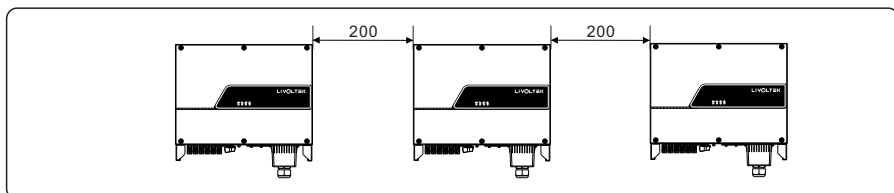
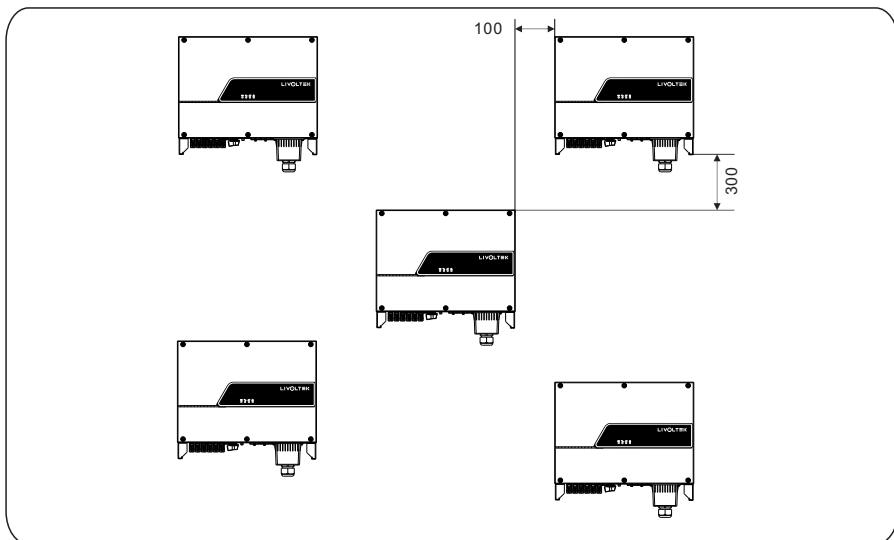
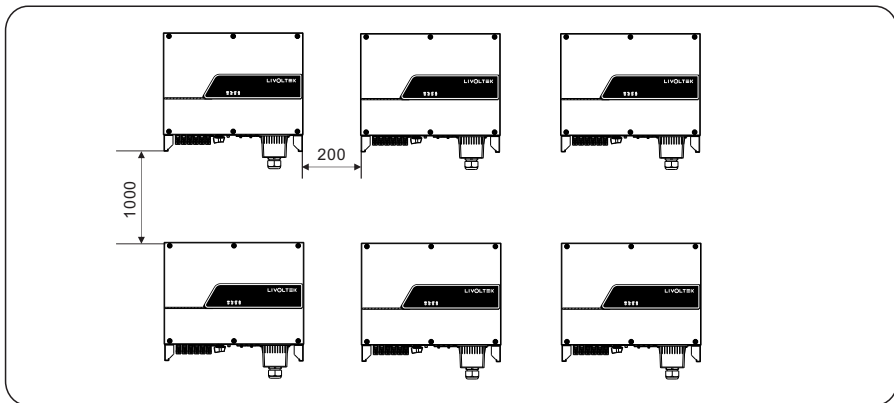

Figura 4.5 Instalação ao longo da mesma linha (unidade: mm)
Figura 4.6 Instalação no modo triângulo (unidade: mm)
Figura 4.7 Instalação em modo empilhado (unidade: mm)
c. Ao instalar vários inversores, instale-os ao longo da mesma linha (conforme mostrado na Figura 4.5) se houver espaço suficiente disponível, e instale-os no modo triângulo (conforme mostrado na Figura 4.6) ou no modo empilhado (conforme mostrado na Figura 4.7) se não houver espaço suficiente disponível. Os modos de instalação garantem espaço suficiente para instalação e dissipação de calor.